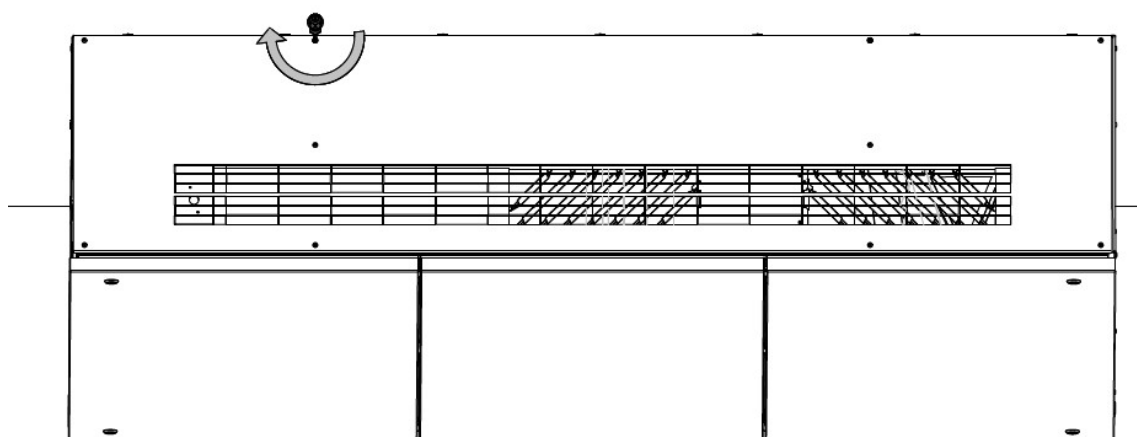

Abbildung 10: Demontieren die Frontabdeckung
3. Demontieren Sie die Frontabdeckung, siehe Abbildung 10. Legen Sie die Abdeckung vorsichtig auf eine Schutzunterlage, um Kratzer auf der Oberfläche zu vermeiden.